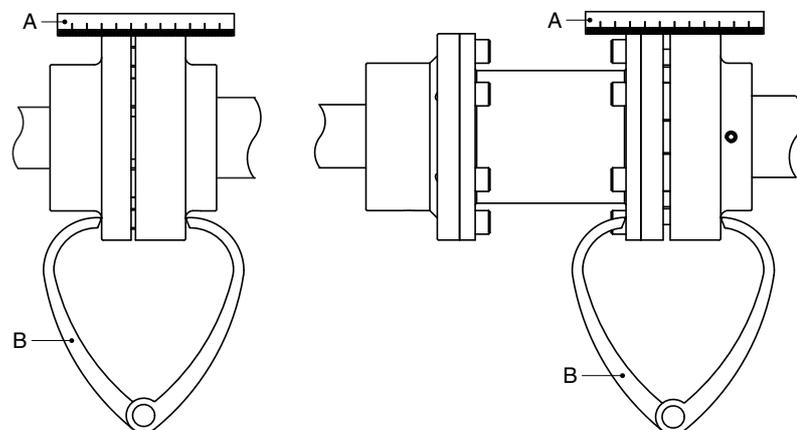

Рисунок 8. Совмещение муфты при помощи линейки и пары кронциркулей
- 1 Поместите линейку (A) на муфту. Вставьте или снимите столько медных шайб, сколько необходимо, чтобы установить электродвигатель на нужную высоту таким образом, чтобы прямая кромка касалась обеих полумуфт по всей длине, см. рисунок 8.
- 3 Еще раз проверьте совмещение при помощи пары кронциркулей (В) в 2 диаметральные противоположных точках по бокам полумуфт, см. рисунок 8.